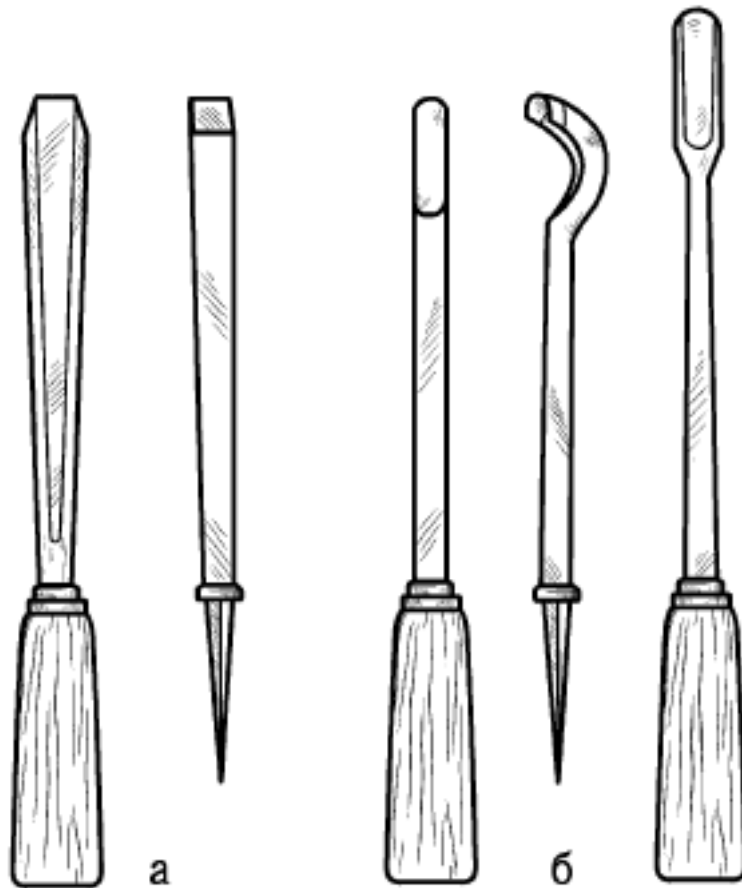

Рис. 18. Церазики: *а* – простой; *б* – церазик-клюдкарза
8. Стамески-церазики (рис. 18). Лезвия этих стамесок различно по форме, но всегда изогнуто в нижней своей части.